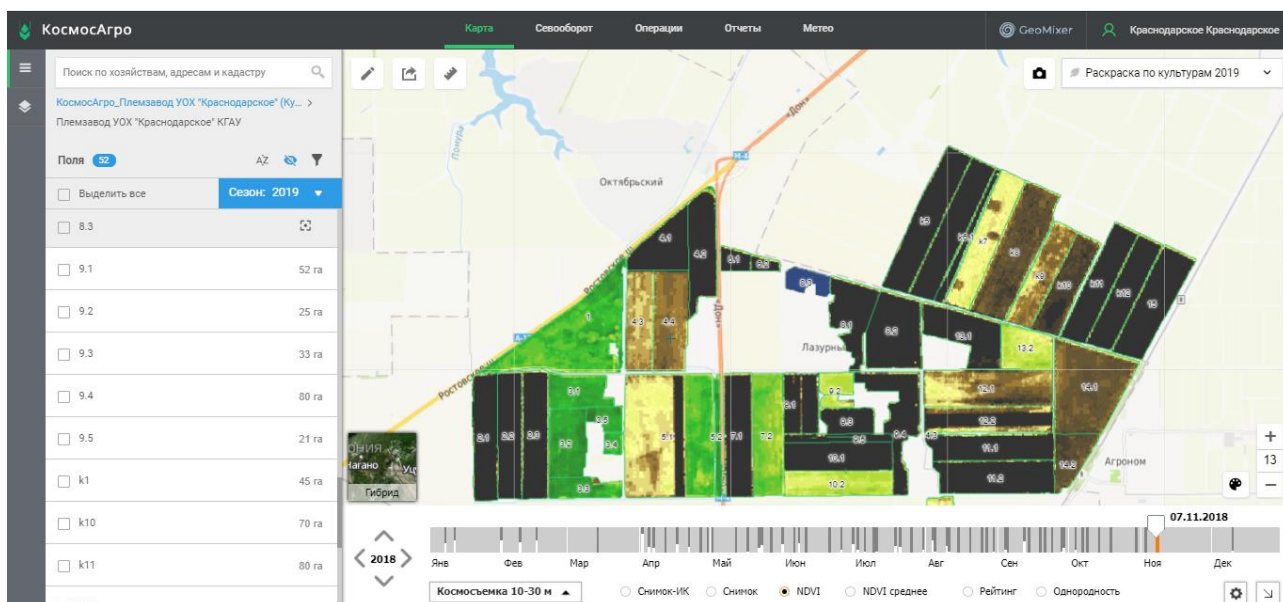

Рисунок 8.12 – Список полей и хозяйств
7. Перейдите к вкладке **Список полей и хозяйств** в верхней левой части окна. Будет отображен список и номера полей (рисунок 8.12).